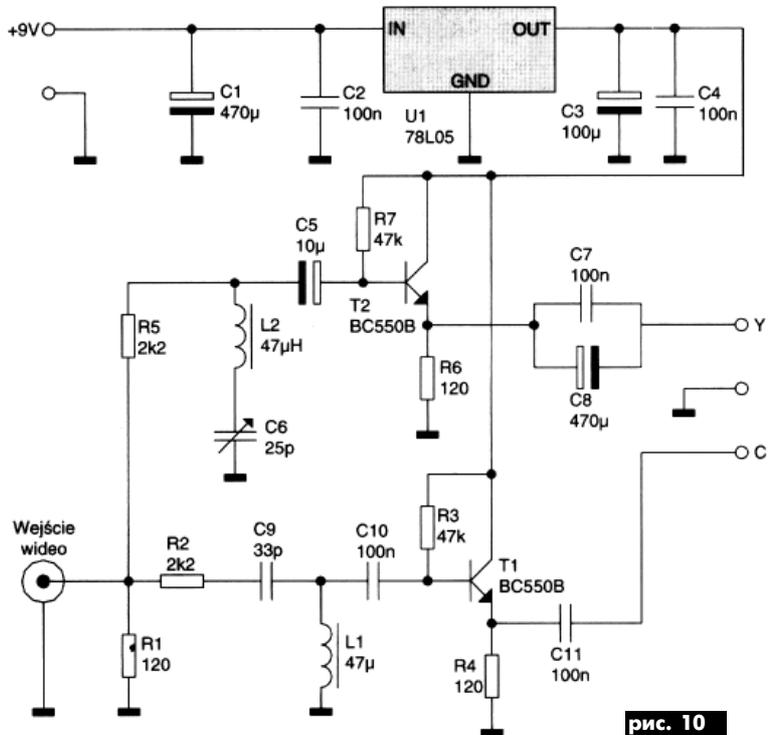
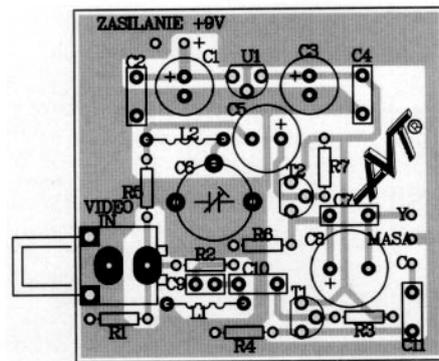

рис. 10
рис. 11
**“Конвертер сигналов VHS в SVHS”** К. Горского (“Elektronika praktyczna”, 8/2002, с.39) при помощи двух фильтров (C9, L1 и C6, L2) преобразует входной видеосигнал на два: один несет информацию о цвете (С), а второй этой информации полностью лишен (Y). После раздвоения сигнал поступает на усилитель (T1, T2) и на выход конвертера (рис.10). Печатная плата устройства представлена на рис.11.